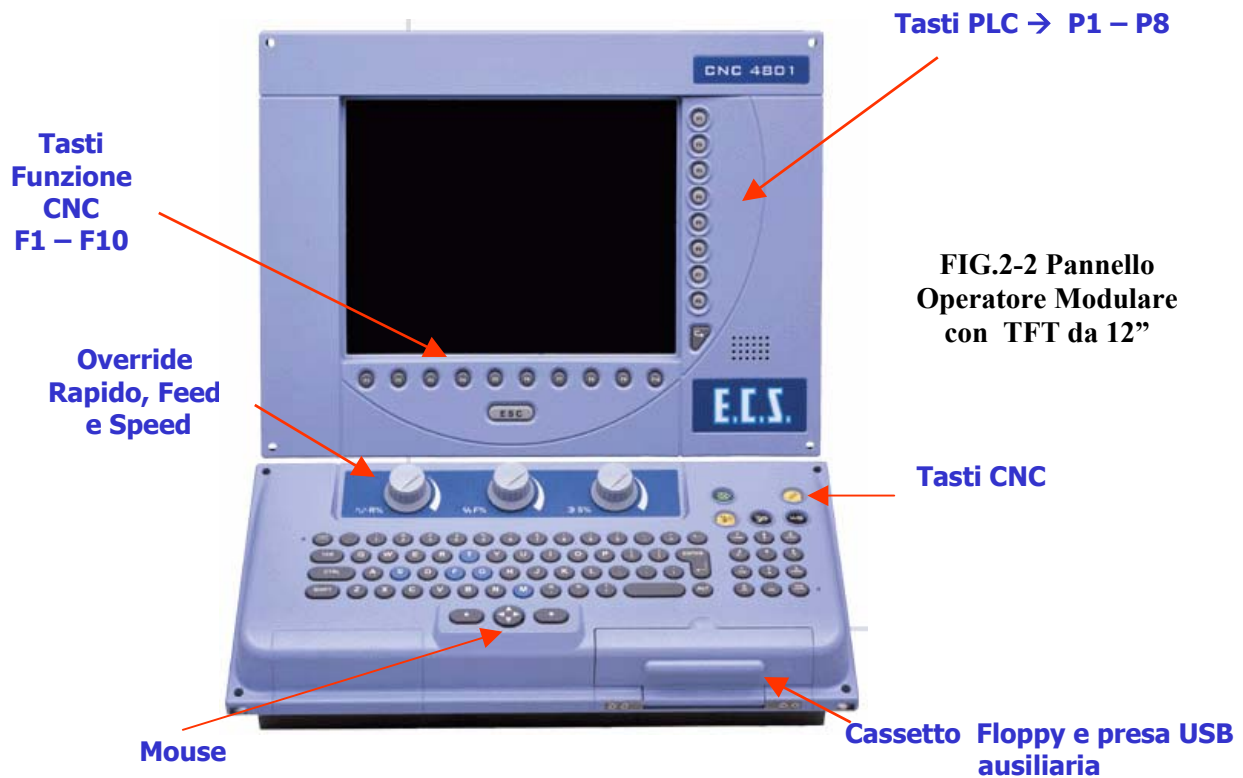

FIG. 2-2 Pannello Operatore Modulare con TFT da 12"
- **“Versione Modulare”**, costituita da 2 elementi separati: tastiera e display (Vedi **FIG.2-2**) collegati al CNC tramite un unico cavo. Questo tipo di soluzione è esclusiva dei **CNC 2801 e 4801**. In quest'ultimo caso il display è un TFT da 12” a 65536 colori. La tastiera, realizzata in ABS con tasti in gomma siliconica, ha comunque un elevato livello di protezione (**IP-54**).
Nel pannello “**Modulare**” (**FIG.2-2**), in particolare integrate nella sua tastiera, sono invece presenti 3 manopole rispettivamente destinate alla regolazione dell'override **Feed**, **Speed** e **Rapido**. In questo caso, per aumentare l'affidabilità, garantendo al contempo un'elevata risoluzione, sono stati utilizzati 3 encoder da 30 impulsi giro. I dispositivi adottati garantiscono inoltre all'operatore un feedback tattile simile a quello di un selettore meccanico.